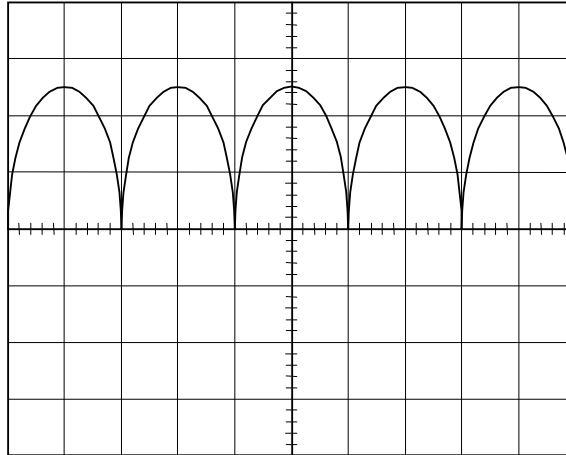

Figura 2.2 – Forma de onda de Saída do Retificador de Onda Completa
4. Selecionar o Canal 1 e mudar a ponta de prova deste canal para PT2. Na tela do osciloscópio deve aparecer uma forma de onda semelhante a da figura 2.2: